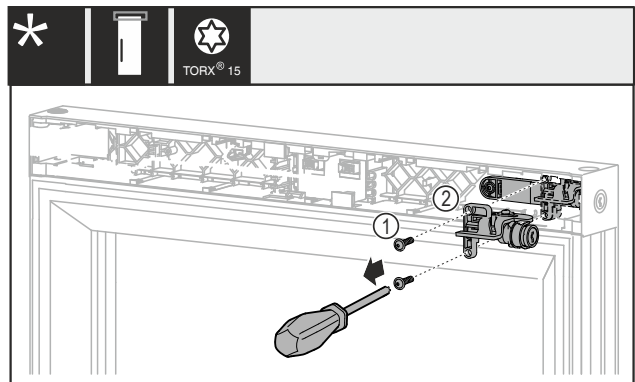

Fig. 10
- Hiqni vidat Fig. 10 (1).
- Hiqni bravën mekanike Fig. 10 (2).